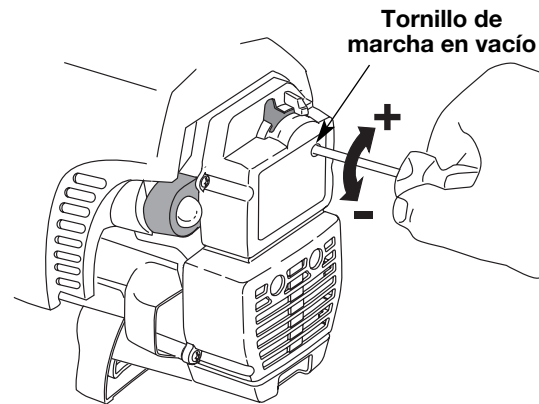

Fig. 23
La velocidad lenta del motor puede ser ajustada por la cubierta del silenciador / filtro de aire (Fig. 23).
2. Mueva el control del regulador y deje que el motor funcione en mínima. Si el motor se para, inserte un destornillador pequeño Phillips o de vástago plano en el orificio de la cubierta del filtro de aire / silenciador (Fig. 23). Gire el regulador de velocidad mínima hacia dentro en sentido horario 1/8 de vuelta por vez (según sea necesario) hasta que el motor funcione en velocidad mínima en forma continua.